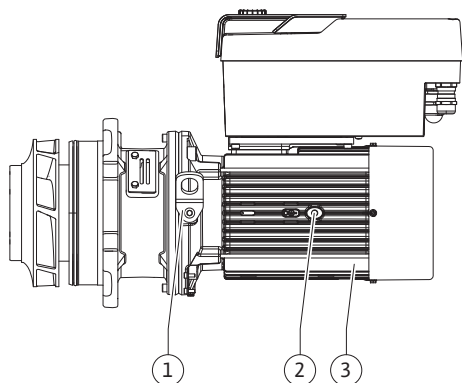

Fig. 107: Set di innesto
13. Introdurre il set di innesto (vedi Fig. 107) nel corpo pompa nella posizione precedente o in un'altra posizione angolare desiderata. Attenersi alle posizioni di montaggio ammesse per i componenti (vedi capitolo "Posizioni di montaggio ammesse e modifica della disposizione dei componenti prima dell'installazione" [► 271]).
14. Si consiglia l'impiego dei perni di montaggio (vedi capitolo "Accessori" [► 266]). Quando la guida della lanterna ha fatto presa in modo evidente (ca. 15 mm prima della posizione finale) non c'è più alcun pericolo di ribaltamento o di inclinazione. Una volta fissato il set di innesto con almeno una vite (Fig. I/III, pos. 10 o Fig. III/IV, pos. 29), è possibile rimuovere i mezzi di fissaggio dagli occhioni di trasporto.
15. Avvitare le viti (Fig. I/III, pos. 10 o Fig. III/IV, pos. 29), ma non serrarle ancora definitivamente. Mentre si avvitano le viti, il set di innesto viene tirato all'interno della pompa.